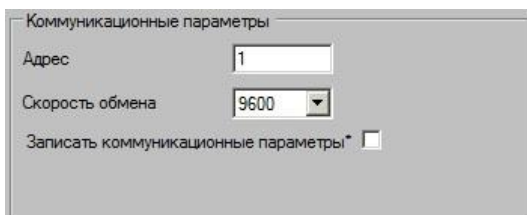

Рисунок 8.7 – Коммуникационные параметры
8.8 В поле «**Коммуникационные параметры**» (рисунок 8.7) задаются адрес и скорость обмена для доступа к блоку (по умолчанию блоку присвоен адрес 247 и скорость 19200 бод).